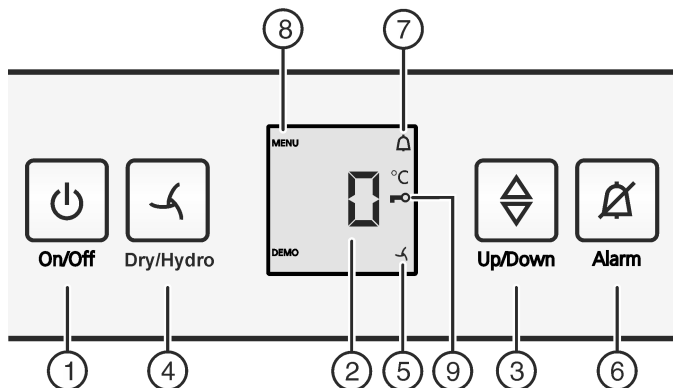

Fig. 2
- Toets On/Off Fig. 2 (1) indrukken.
- Instelmodus activeren: druk gedurende ca. 6 sec. op de toets Dry/Hydro Fig. 2 (4).
▷ Hetsymbool Menu Fig. 2 (8) is verlicht.
- De toets Dry/Hydro Fig. 2 (4) om te bevestigen kort indrukken.
- Voor het inschakelen van de kinderbeveiliging toets Dry/Hydro Fig. 2 (4) kort indrukken.
▷ Het symbool Kinderbeveiliging Fig. 2 (9) brandt. In het display knippert **c**.
- Voor het uitschakelen van de kinderbeveiliging toets Dry/Hydro Fig. 2 (4) kort indrukken.
▷ Het symbool Kinderbeveiliging Fig. 2 (9) dooft. In het display knippert **c**.
- Instelmodus deactiveren: toets On/Off Fig. 2 (1) indrukken.
- Toets Alarm Fig. 2 (6) indrukken.